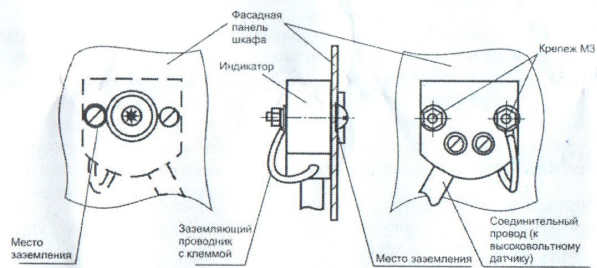

Рис. 2 Блок индикации.
- блоки индикации в количестве 3 шт. (рис.2).
Крепление блоков индикации осуществляется «заподлицо» на заземленных конструкциях (фасадных панелях установок и т.п.), двумя винтами М3 каждый блок (рис.2).
- Зачистить с внешней стороны фасадной панели место вокруг одного из каждой пары отверстий Ø3,5 мм (см. рис. 2) для обеспечения заземления каждого блока индикации.
- Установить блоки индикации. При этом подсоединить клемму заземляющего провода под гайку крепежного винта М3, как показано на рис.2, вставленного в предварительно зачищенное для заземления отверстие.